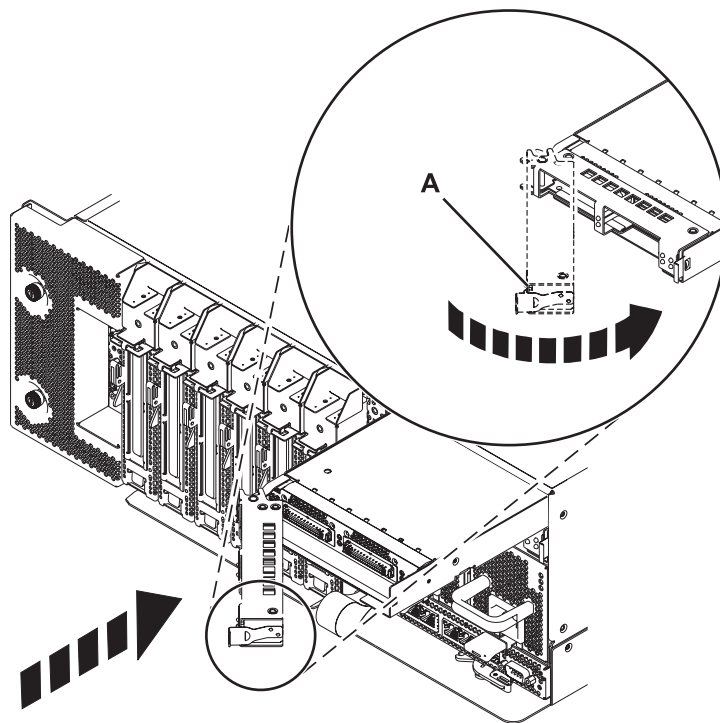

Figure 4. Installation d'un adaptateur GX sur le système
6. Tournez la poignée (**A**), illustrée dans figure 4, à la page 11, vers le système jusqu'à ce qu'elle vienne buter sur l'adaptateur.